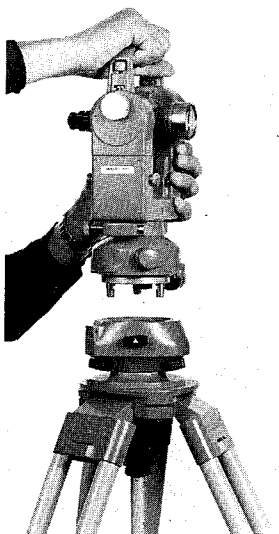

図5：T 2 を致心式三脚 GST70に取り付けているところ。
4.1.2 致心式三脚 GST 70を使うとき(図5)
GST 70を使うと、T 2は整準盤なしで使えます(図5)。T 2が観測し易い高さになるように、三脚の脚を広げて下さい。目測で地上点の上に三脚を据え付けて下さい。三脚の先端部を地面の中へしっかりと押し込んで下さい。三脚の中央のねじを緩めて下さい。致心用ロッドの先端を地標の上に載せて下さい。このロッドの丸形気泡管がその設定用の円の中に概略入るようになるまで、三脚の脚を伸ばしたり引っ込めたりして下さい。三脚の頭部の基盤に付いている黒色の止め金を押し下げて、三脚の頭部を三脚の盤の上へ念入りに移して、このロッドの丸形気泡管がその設定用の円の中に正しく入るようにさせて下さい。ロッドの下側部分を180°回転させて下さい。気泡が中心に留まっていなかったら、4.3.2項に説明してあるやり方で進めて下さい。中央のねじを締め付け、伸縮脚